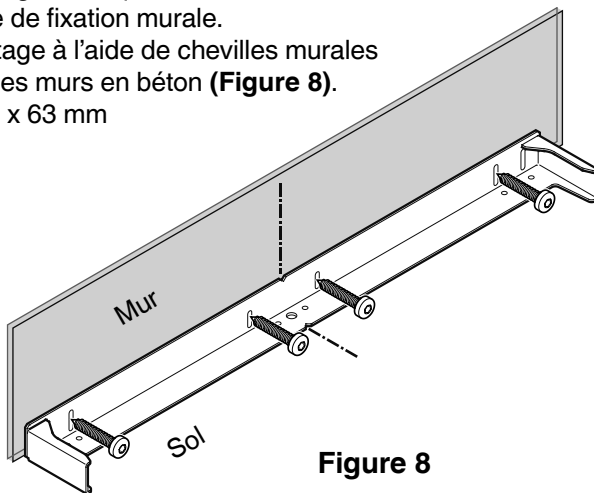

Figure 8
Montage du dispositif antibasculement - Figures 8 - 11
2. Selon le type de sol et de mur, utiliser l'une des différentes options de montage illustrées aux **Figures 8 - 11**.
Montage à l'aide de chevilles murales sur des murs en béton (**Figure 8**).